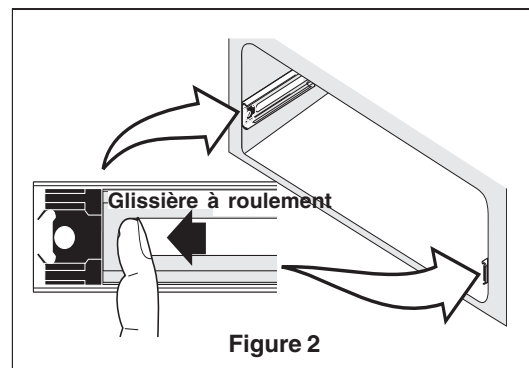

Figure 2
1. **Tirez les glissières à roulement à l'avant** du châssis (Figure 2).